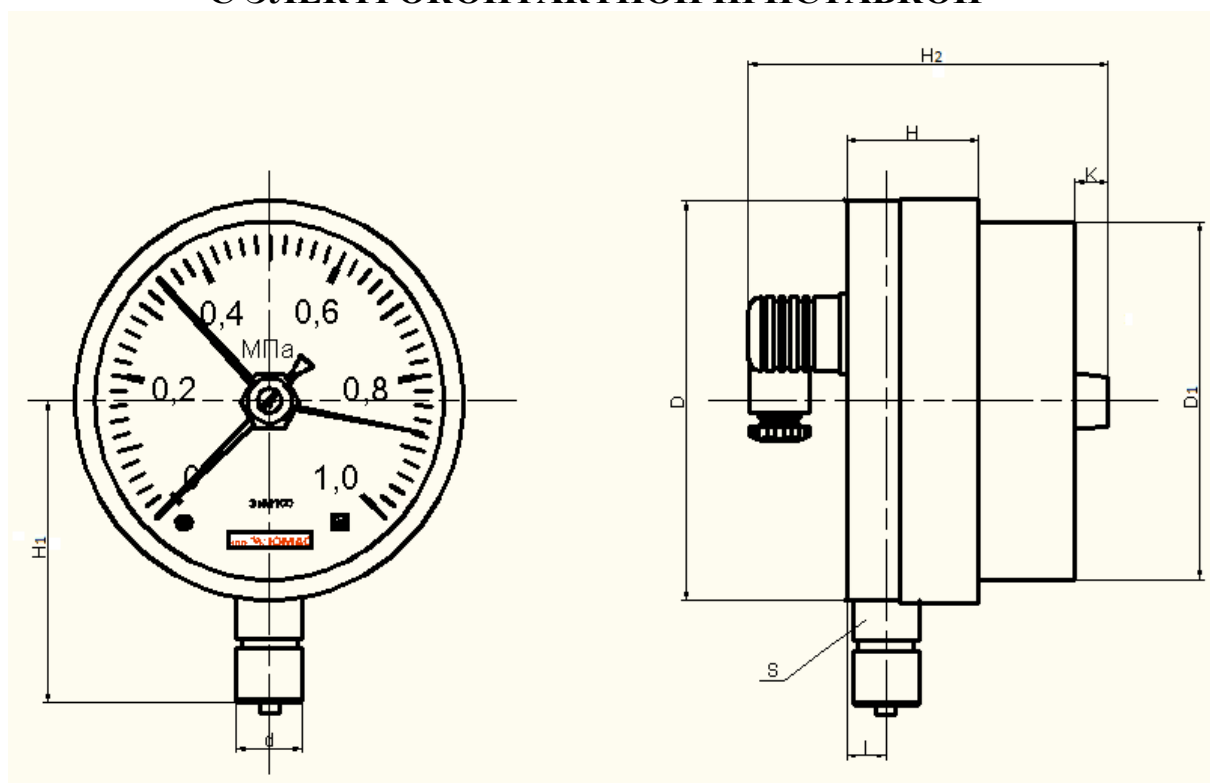

Рис. 1
2.10 Габаритные и присоединительные размеры приборов не превышают указанных на рис.1, 2.
б) приборы с электроконтактной приставкой(рис.1) – обе сигнальные стрелки устанавливаются в нужное положение путем нажатия отверткой (в нержавеющей корпусе - специальным ключом) на триб перевода и его вращения.